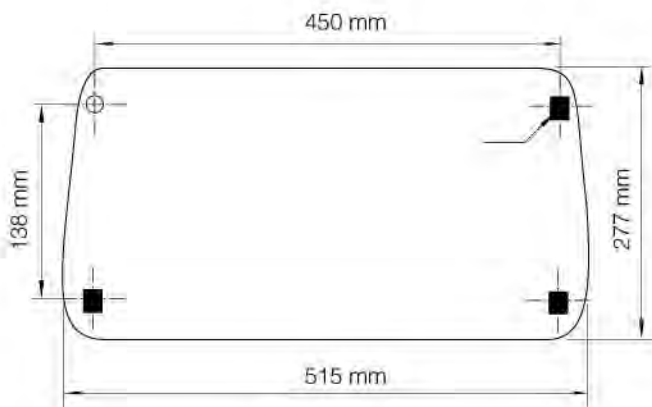

图7 安装图
- (1) 根据图7在墙体标记4个安装孔；
- (2) 在标记处钻孔至合适的直径和深度；
- (3) 移去前置面板；
- (4) 用对应的螺钉把控制单元安装在墙体上（M6或6.4mm SPAX）；
- (5) 装上面板。